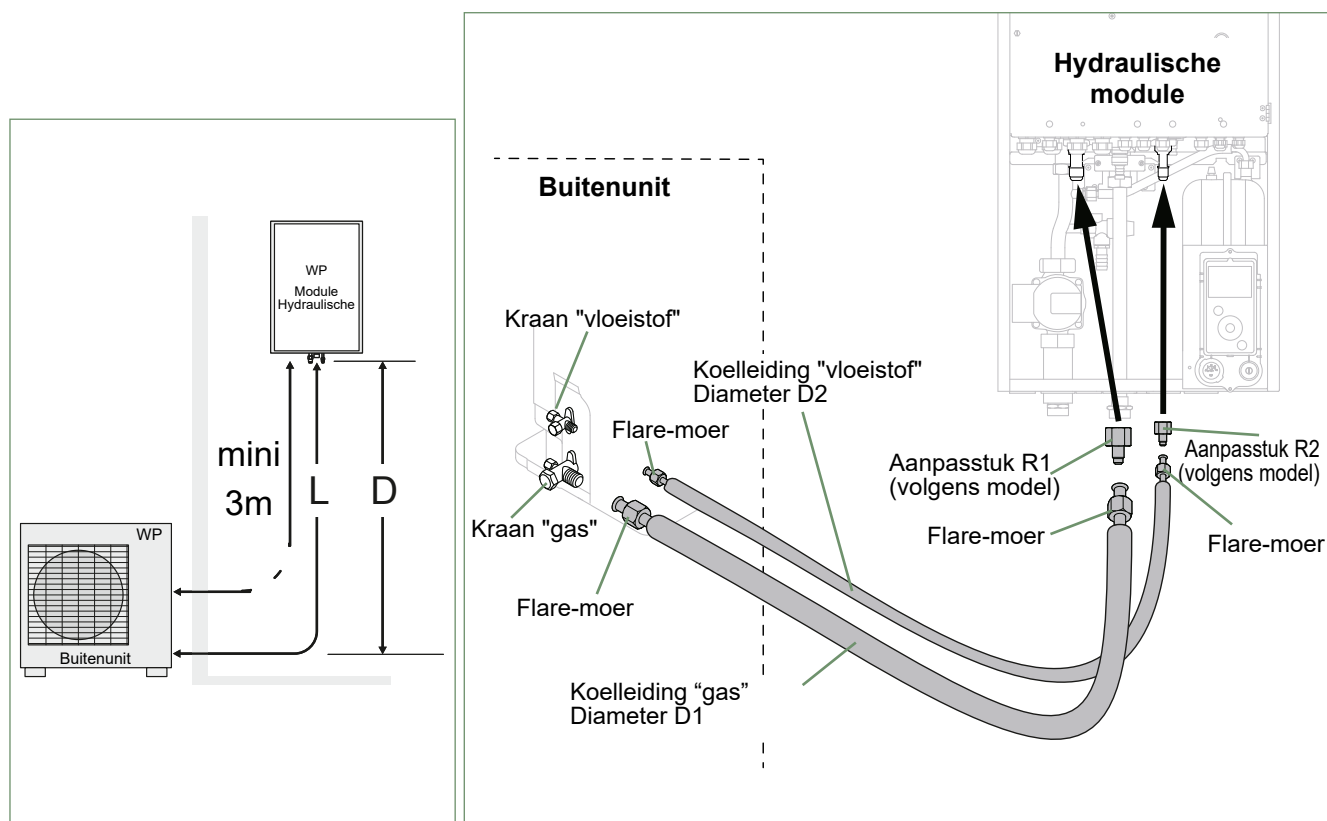

fig. 32 - Aansluiting van de koelleidingen (toegestane diameters en lengtes)
- Naargelang het geval, een adapter (verloopstuk) 1/4"- 3/8" of 1/2"- 5/8" aansluiten (zie fig. 32).